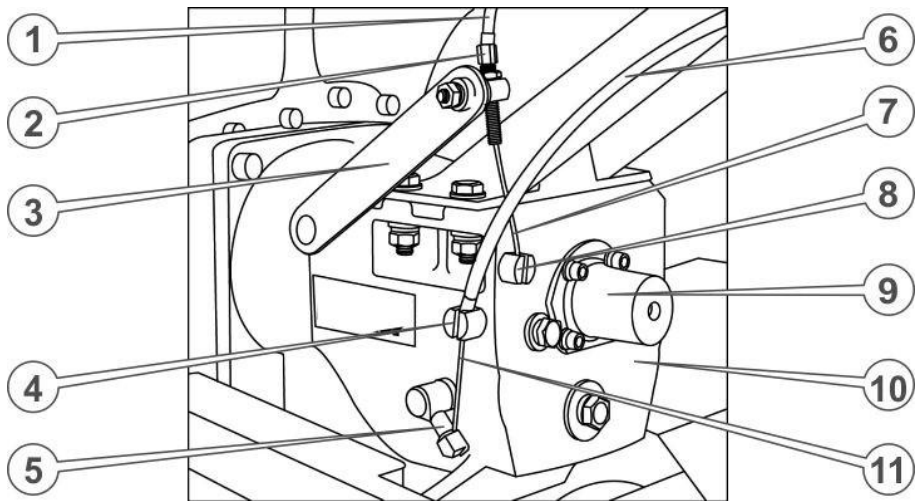

Рисунок 8 – Регулювання тросів ліворуч
31. Приєднати трос управління зчеплення, що йде від важеля на лівій рукоятці керма. Для цього вставити сорочку троса в гніздо головки гвинта рукоятки до упору, закрутіть до упору довгий регулювальний болт на кінці важеля зчеплення (див. рис. 8), вставити трос в отвір цього регулювального болта й завести кінець троса в паз фіксатора, після чого викрутити регулювальний болт до виникнення натягу троса.